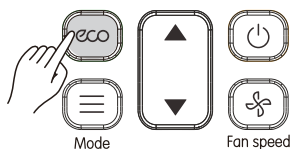

Abb. 3.15
1) Drücken Sie  (siehe Abb. 3.15), um das ECO-Signal an das Innengerät zu senden. Das Symbol wird angezeigt: **eco**